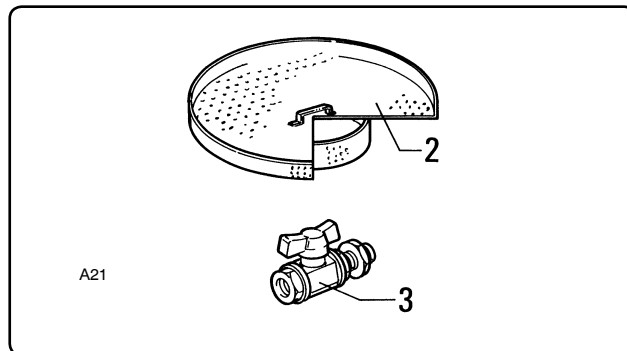

Рис. 6.10.2
6.10.2 -Удерживающая пластина (рис. 6.10.2)